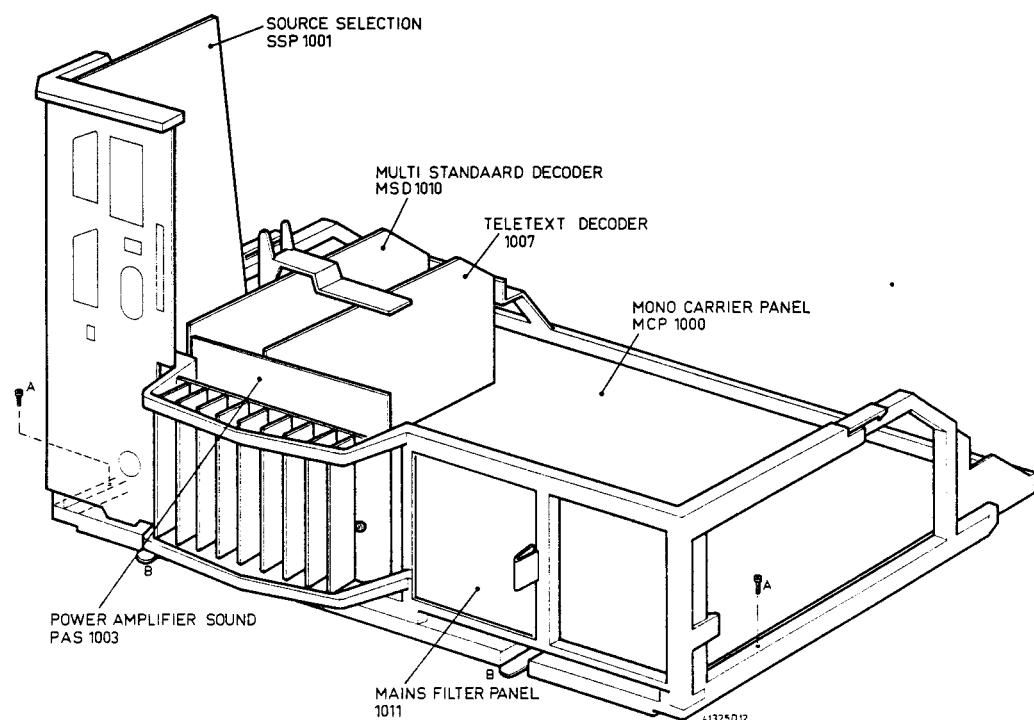

Bild 3
1. Servicestellung des Chassis (siehe Bild 3).